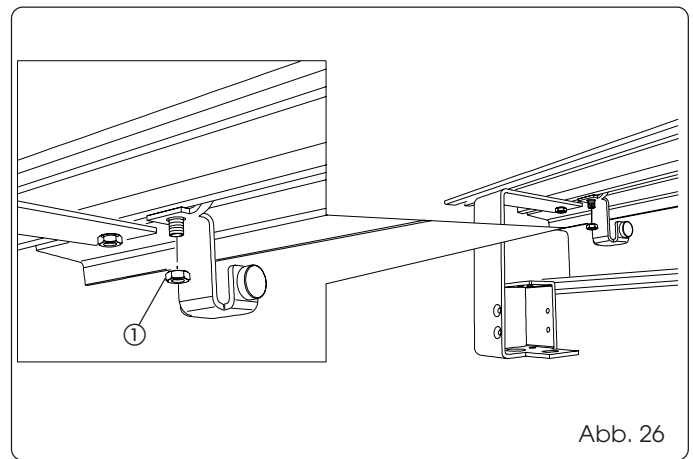
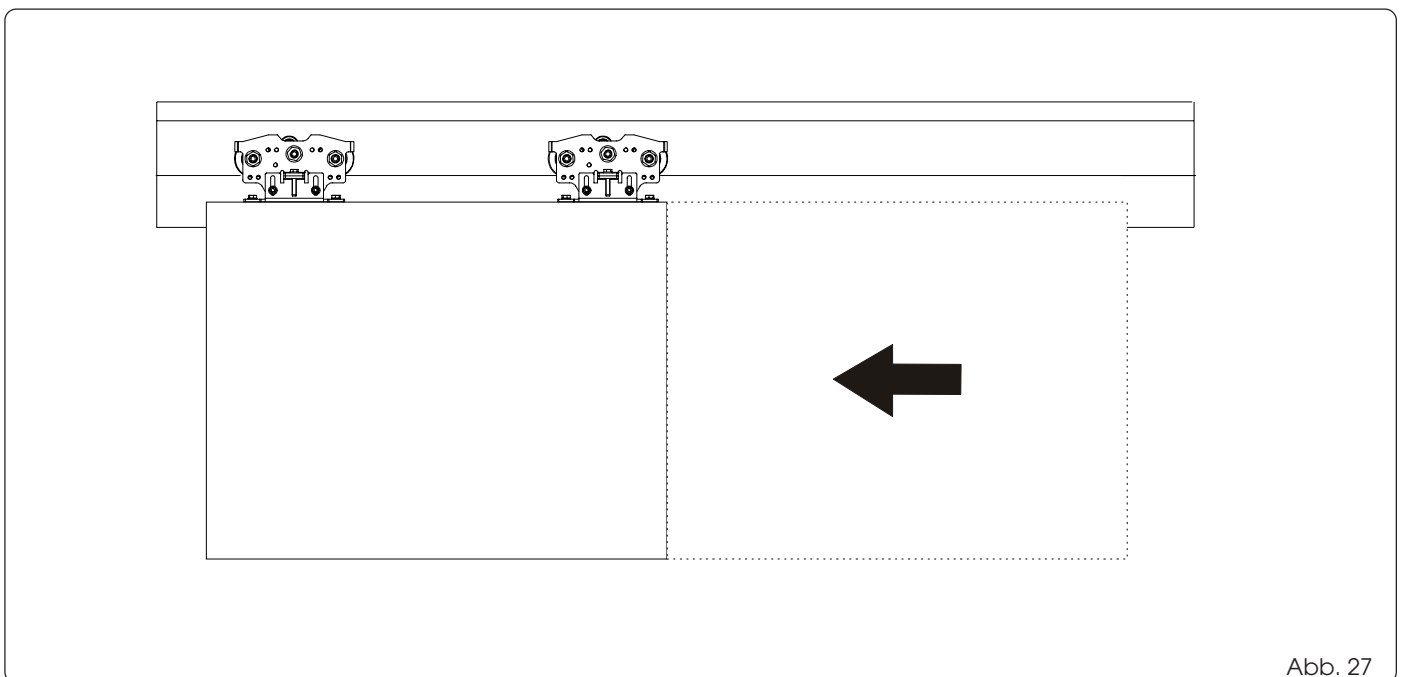
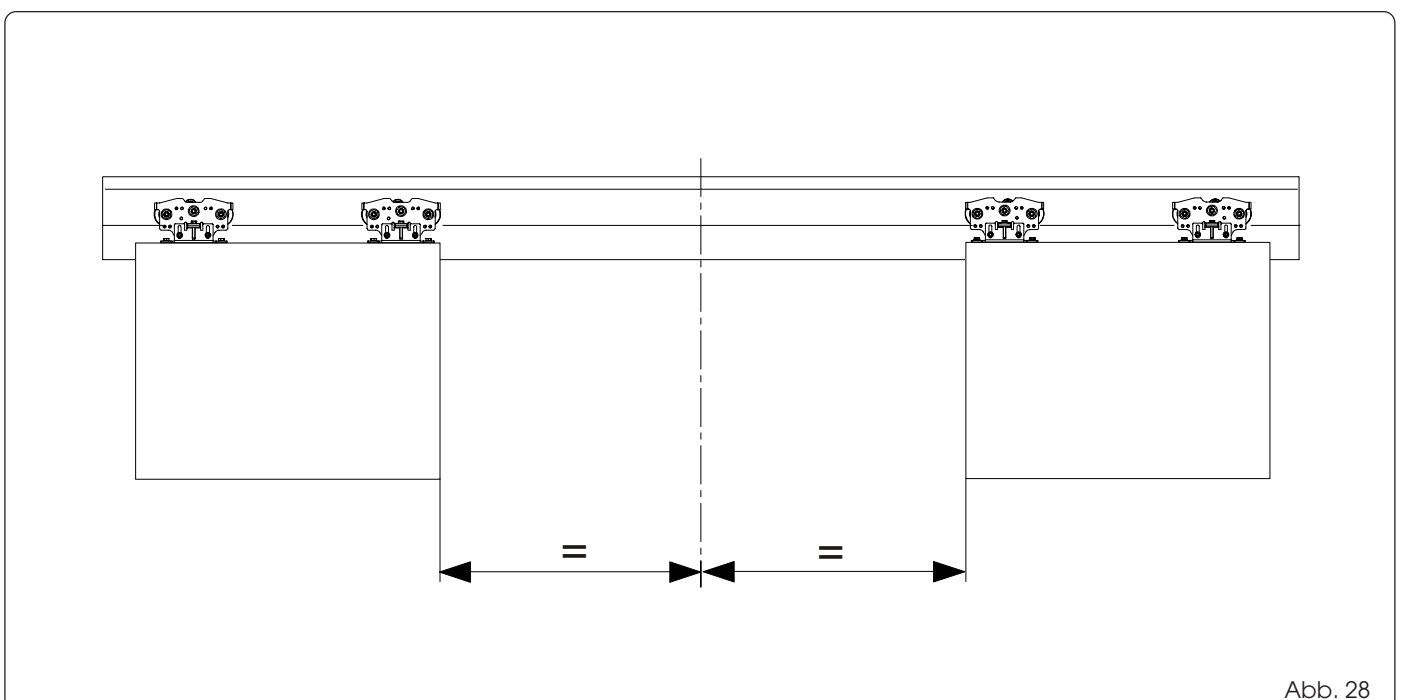

Abb. 26
Abb. 27
Abb. 28
Die Spannmutter der mechanischen Anschläge lockern (Abb. 26 Bez. ①) und an die Enden des Querträgers verschieben. Den Flügel in die Öffnungsposition schieben (Abb. 27), den mechanischen Anschlag bis zur Berührung an den Schlitten annähern und die Spannmutter erneut festspannen. Den Flügel in die Schließposition schieben, den mechanischen Anschlag bis zur Berührung an den Schlitten annähern und die Spannmutter erneut festspannen.
Die Spannmutter der mechanischen Anschläge lockern (Abb. 26 Bez. ①) und an die Enden des Querträgers verschieben. Die Flügel in Öffnungsposition schieben, auf jeweils gleichem Abstand von der Mittellinie des Querträgers (Abb. 28), die gleichzeitig mit der Schließkante übereinstimmt. Die mechanischen Anschläge bis zur Berührung an den Schlitten annähern und die Spannmutter erneut festspannen.